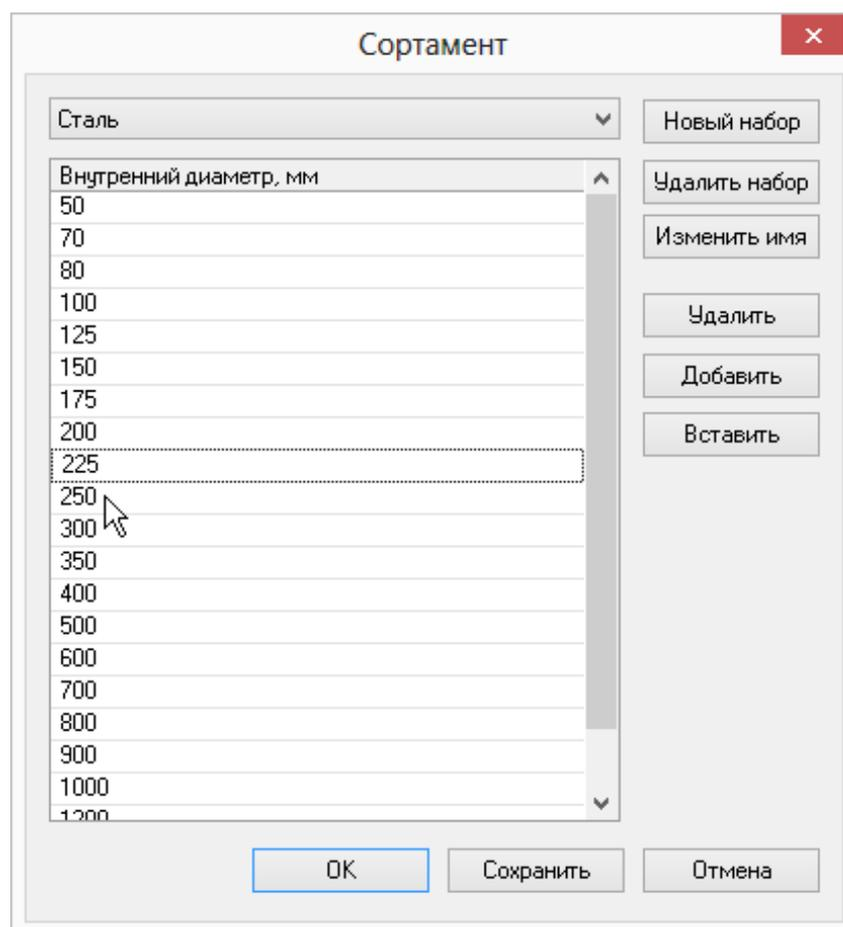

Рисунок 20.6. Добавление диаметра к существующему набору
5. После ввода всех диаметров нажать кнопку **Сохранить** (см. Рисунок 20.6, «Добавление диаметра к существующему набору»).